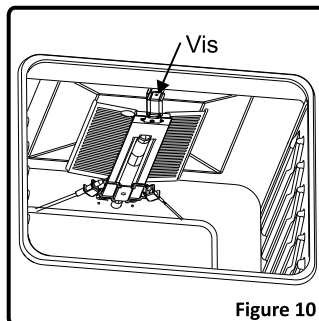
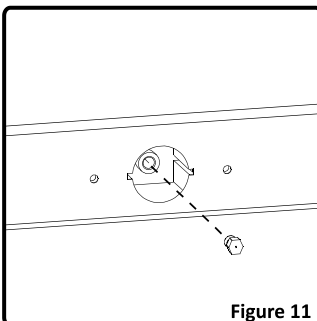

Figure 10
Figure 11
- Dévissez les injecteurs. Utilisez à cet effet une clé de 7 mm (Figure 10).
Les brûleurs du four et du gril sont fixés par une vis unique placée au bout du brûleur. Pour le brûleur du gril, cette vis est visible (Figure 10). Enlevez la vis, tirez le brûleur du gril vers vous afin d'accéder à l'injecteur situé à l'arrière haut du moufle four (Figure 11). Il est conseillé de vous éclairer à l'aide d'une lampe genre torche pour effectuer ce travail.
sous four fixe, il faudra d'abord démonter la porte du four pour avoir accès aux vis de maintien de cette tôle. Enlevez la vis du brûleur, et déplacez le brûleur en diagonale afin d'avoir accès à l'injecteur situé à l'arrière bas du moufle du four (Figure 11).